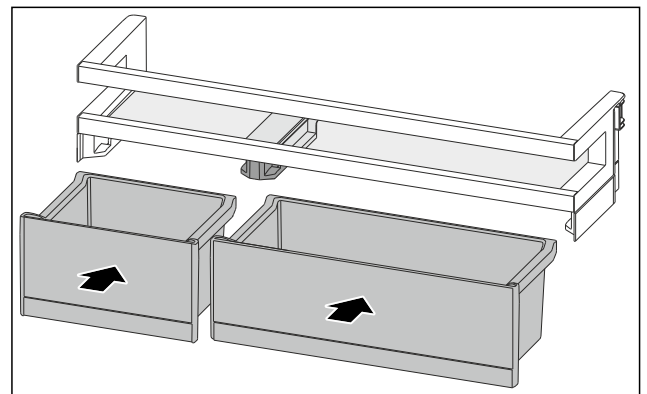

Fig. 190
- Inserire i VarioBox in posizione scambiata. (vedere Fig. 190)